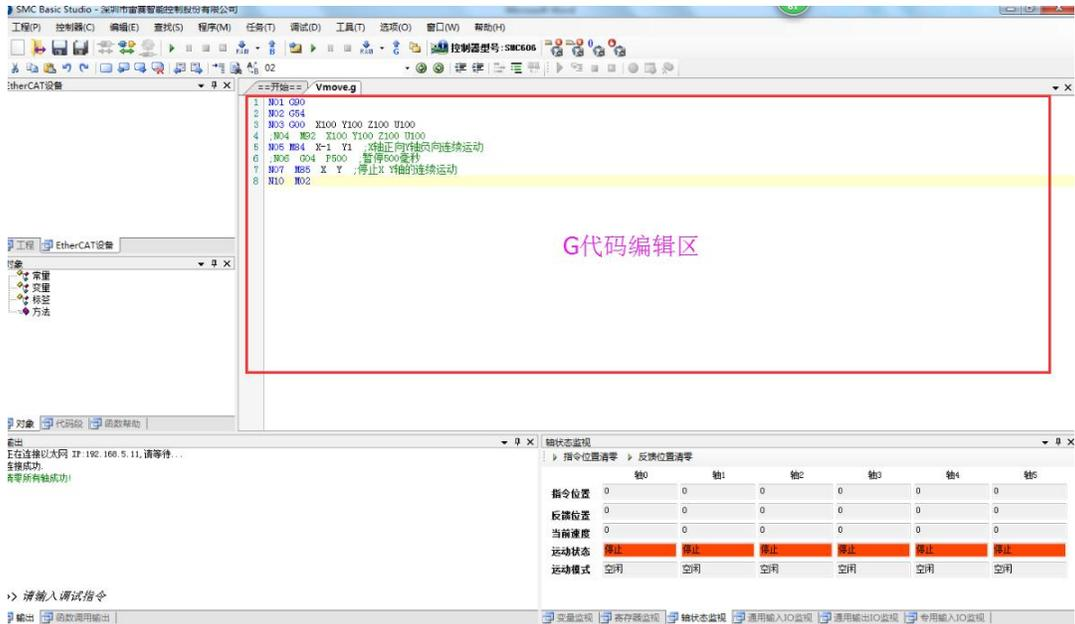

图6-1 G代码编辑界面
(1)软件连接控制器，新建 G 代码文件（**.g，**.nc），并编辑代码，如图 6-1 所示；